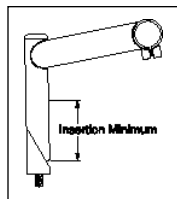

Fig. 1
- Sur les tubes pivots filetés, introduisez une longueur minimum de potence en accord avec les normes CPSC et JIS. La potence doit pénétrer le tube d'une longueur au moins égale à 2,5 fois le diamètre de la potence à son extrémité inférieure, pas en biseau (voir Fig. 1).